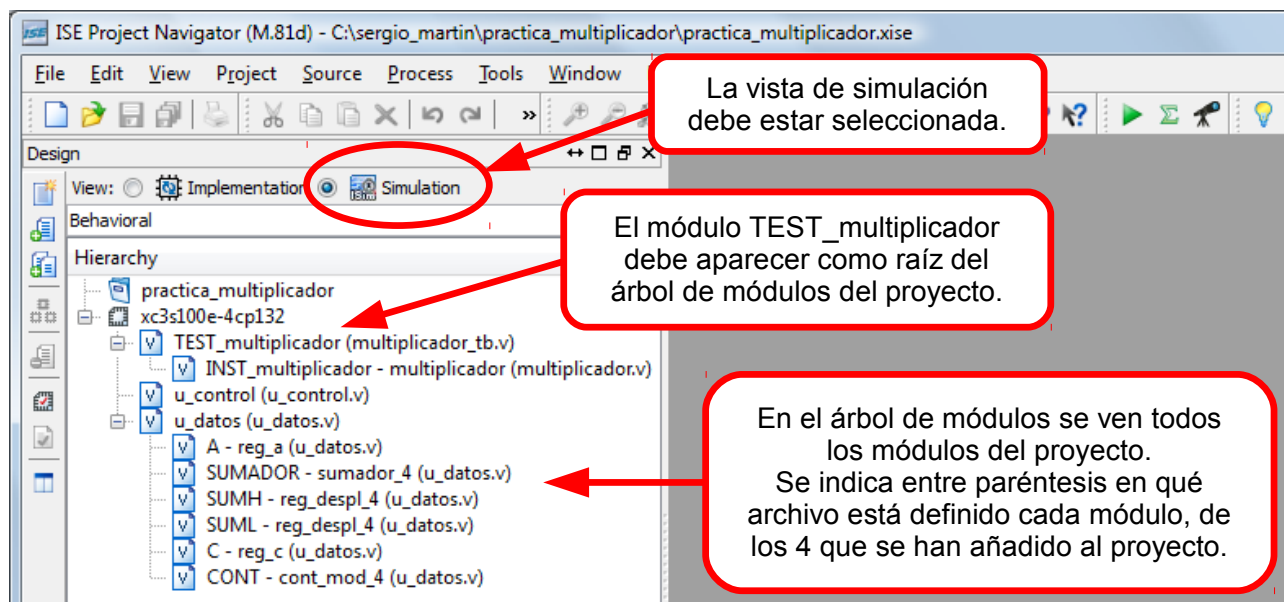

Figura 8. Vista de simulación con los 4 archivos que se han añadido al proyecto.
2. Seleccione la vista de **simulación** en el proyecto tal y como se muestra en la parte superior de la figura 8. Añada al proyecto los 4 ficheros que se muestran a continuación mediante la opción **Add Source** (o **Add Copy of Source**) dentro del menú **Project**:
Tras añadir los 4 ficheros, compruebe que el módulo llamado *TEST_multiplicador*, que es el testbench del módulo *multiplicador*, aparece en la raíz del árbol de módulos tal y como muestra la figura 8. Es normal que al añadir los 4 archivos en la consola se le muestre algún mensaje de error, pues hay archivos que están incompletos y contienen errores sintácticos que deberá corregir más adelante durante el desarrollo de la práctica.